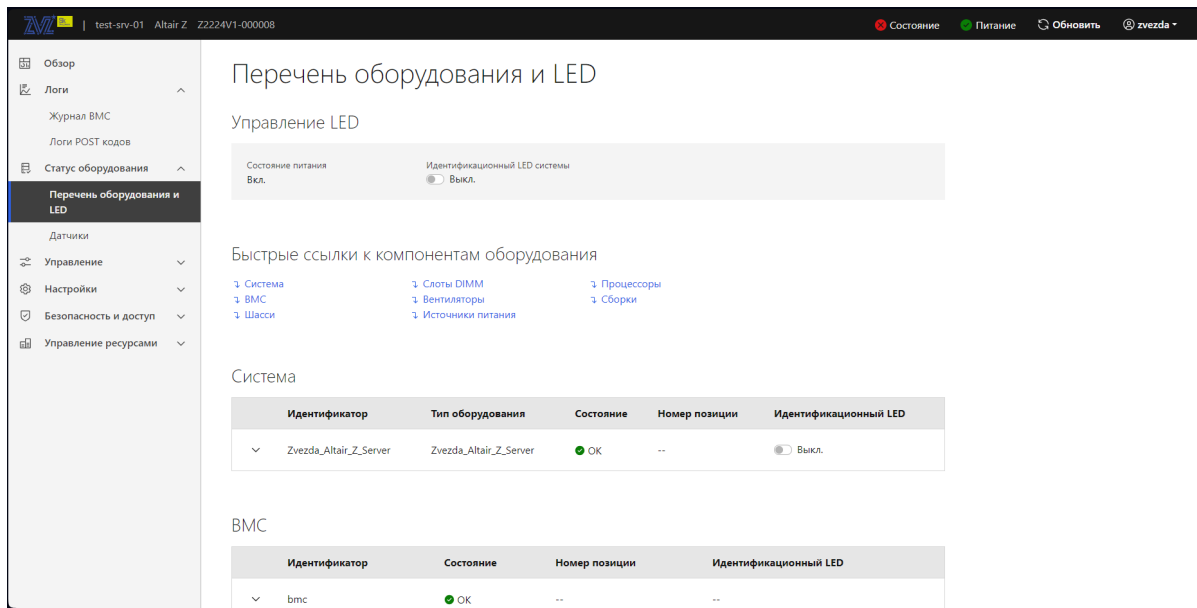

Рис. 78. Окно «Перечень оборудования и LED»
- 4) Пройдите во вкладку «Статус оборудования» → «Перечень оборудования и LED» в данной вкладке отображается перечень и статус оборудования. В поле «Управление LED» отображается состояние питания, переведите переключатель «Идентификационный LED системы» в активное положение для включения светодиода индикации сервера. В поле «Быстрые ссылки к компонентам оборудования» приведен список быстрых ссылок к компонентам сервера и их состоянию. В поле «Система» отображается тип оборудования и его состояние. В поле «BMC» отображается состояние BMC. Окно показано на рис. 78 Окно «Перечень оборудования и LED»